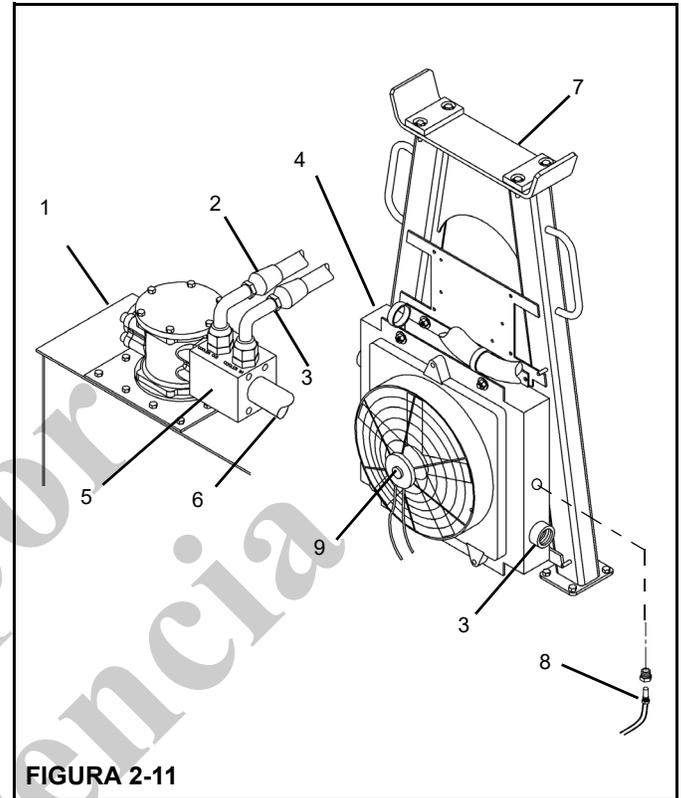

FIGURA 2-11
Hay un enfriador de aceite hidráulico (4, Figura 2-11) en el apoyo de la pluma (7). El circuito de retorno del enfriador de aceite (3) se conecta en paralelo con el circuito de retorno del depósito (6). Los circuitos de entrada del enfriador de aceite (2) y de retorno/salida pasan a través del bloque de derivación (5) en la parte superior del depósito (1). Una válvula de retención de 206 kPa (30 psi) en el bloque de derivación (5) regula el caudal a través del enfriador de aceite (9). Cuando el aceite hidráulico está frío, la mayor parte del aceite retorna directamente al depósito. A medida que el aceite se calienta y se torna más delgado, más aceite pasa por el enfriador.